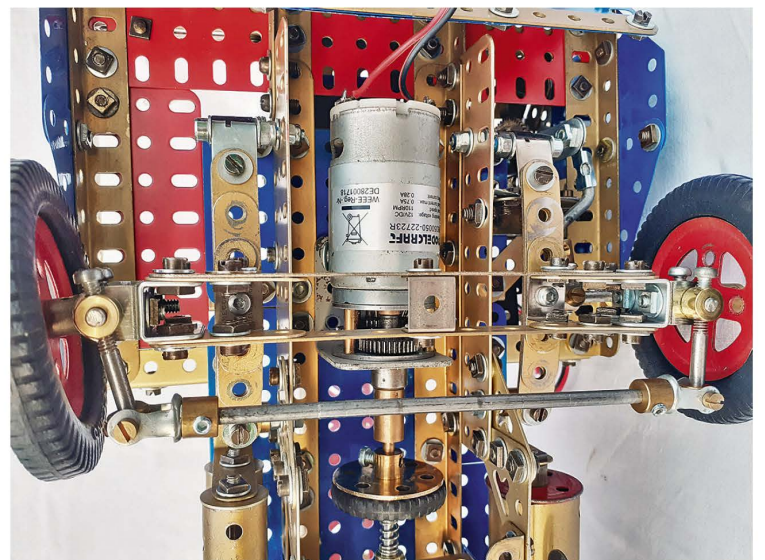

Fig. 17 Gros plan sur la partie avant du châssis montrant les fixations de l'essieu et du moteur d'entraînement
**L'essieu avant** (Fig. 17) est monté sur de fausses lames de suspension, il comprend une épure de Jeantaud comme il se doit, et il est commandé par le volant via une réduction par engrenages puis par une bielle pendante.